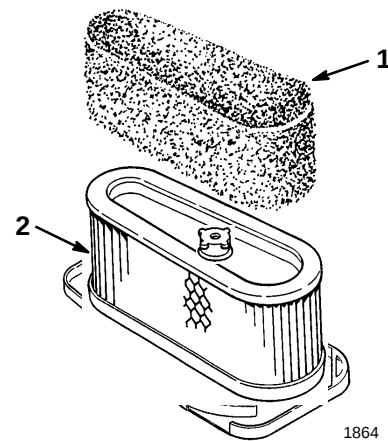

Abbildung 28
- 4. Den Schaumstoffeinsatz vorsichtig vom Papiereinsatz herunterschieben (Abb. 28).
1. Den Schaumstoffeinsatz vorsichtig auf den Papiereinsatz schieben (Abb. 28).